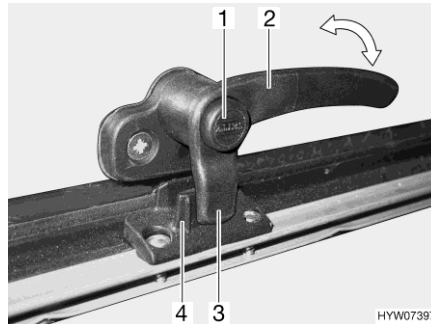
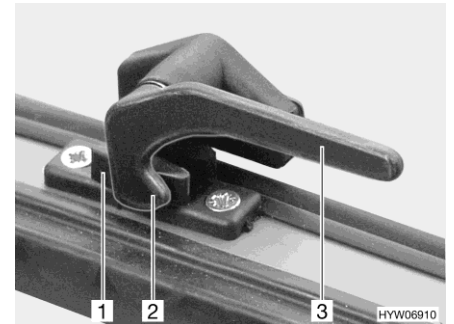

Bild 97 Låsarm med låsknapp i läget "stängd"
Bild 98 Låsarm i läget "stängd"
- Tryck på låsknappen (Bild 97,1) om sådan finns och håll den nedtryckt.
- Sväng låsarmen (Bild 97,2 eller Bild 98,3) ett kvarts varv mot fönstrets mitt.
- Sväng låsarmen (Bild 97,2 eller Bild 98,3) ett kvarts varv mot fönsterkarmen. Låsspaken (Bild 97,3 eller Bild 98,2) på låsarmen sitter helt på fönsterlåsets insida (Bild 97,4 eller Bild 98,1).
- I läget "helt stängt" (Bild 97 och Bild 98)